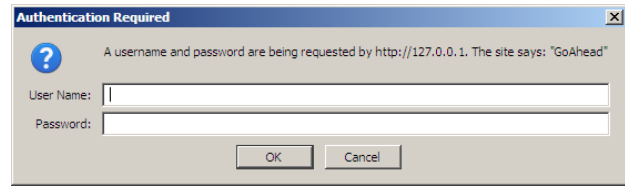

Abbildung 40.2: Anmeldebildschirm
- 4 Klicken Sie auf die Schaltfläche *Continue* (weiter), um auf die webbasierte Benutzeroberfläche zugreifen zu können. Es wird ein Bildschirm angezeigt, der Abbildung 40.2 gleicht.